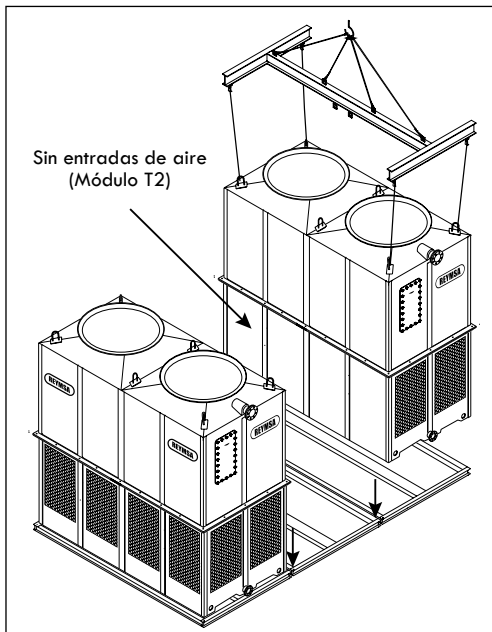

Figura A-63: Levantamiento e instalación de un módulo T2 (RTM-B-L o RTPM-B-L)
B. Repita el paso anterior para instalar los siguientes módulos. Cada módulo está marcado con una letra o número que indica la secuencia de instalación (A, B, C, etc). Ver Figura A-63 y Figura A-64.